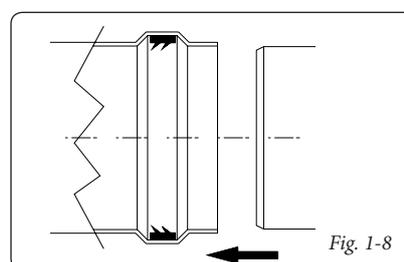

Fig. 1-8
**Posizionamento delle guarnizioni a doppio labbro.** Per un corretto posizionamento delle guarnizioni a labbro su gomiti e prolunghe, occorre seguire il senso di montaggio rappresentato in figura (Fig. 1-8).